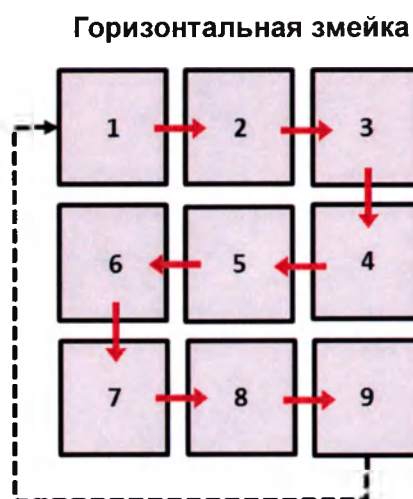

Рис. 28: Цикл № 1 – Этап № 1:
- Обработайте каждый сектор с 1 по 9 **«Горизонтальной змейкой»** (см. Рис. 28) четырьмя последовательными наложенными импульсами, потом тремя последовательными наложенными импульсами, потом двумя последовательными наложенными импульсами. Продолжайте обрабатывать каждый сектор зоны (с 1 по 9) двумя наложенными импульсами **«Горизонтальной змейкой»** до тех пор, пока длительность процедуры на обрабатываемой зоне не достигнет двух минут.